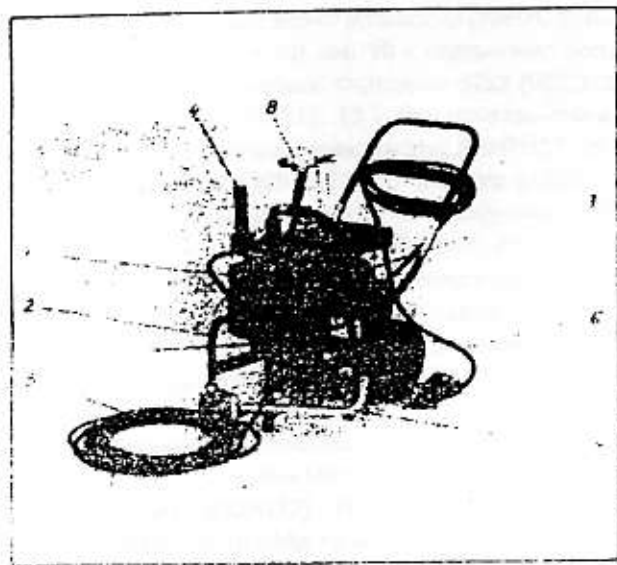
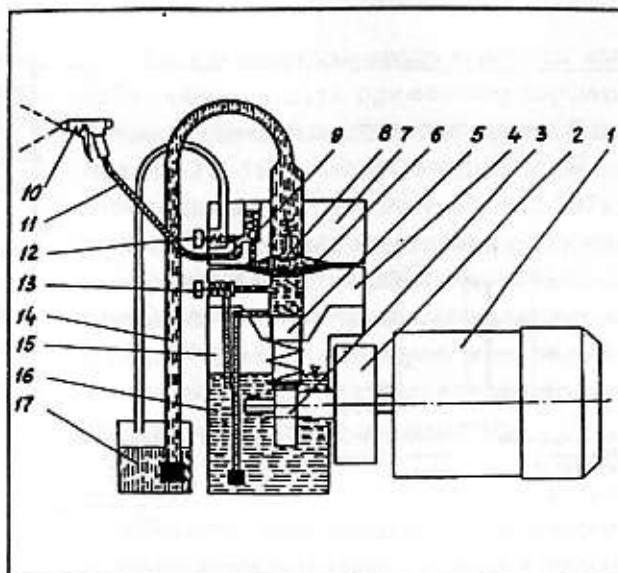

Рис. 1
Рис. 3
5.1. Общие виды окрасочных агрегатов «Финиш-207», «Финиш-211», «Финиш 211-1» приведены на рис. 1 и 2, а гидравлические и электрические схемы на рис. 3, 4 и 5.
Рис. 1. Окрасочный агрегат высокого давления «Финиш-207». 1 - насос, 2 - тележка с откидной рукояткой, 3 - электродвигатель (MCR90-LA-4K) с защитно-отключающим устройством, 4 - фильтр высокого давления, 5 - шланг высокого давления, 6 - электрический кабель с невзрыво-защищенным штепсельным разъемом, 7 - всасывающая система, 8 - пистолет
Рис. 3. Гидравлическая схема окрасочных агрегатов. 1 - электродвигатель, 2 - маховик, 3 - эксцентрик, 4 - вставка давления, 5 - поршень с пружиной, 6 - мембрана, 7 - ступень краски, 8 - всасывающий, клапан, 9 - нагнетательный клапан, 10 - пистолет, 11 - шланг высокого давления, 12 - перепускной клапан, 13 - регулятор давления, 14 - всасывающая система, 15 - ступень масла, 16 - масло гидравлическое, 17 - краска